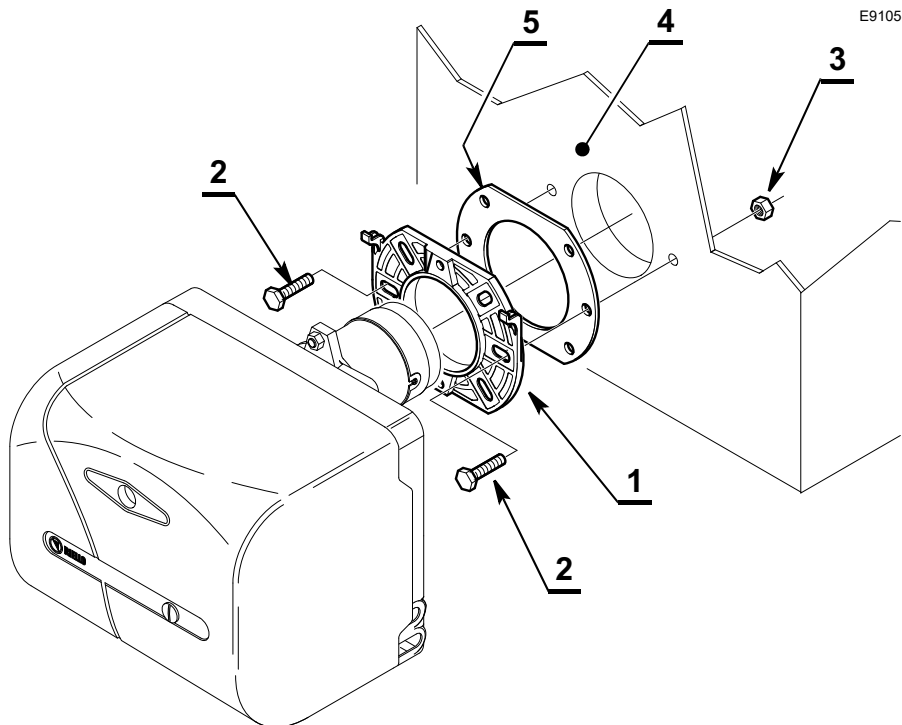

Abb. 9
- Mit den Schrauben 2) und (falls erforderlich) den Muttern 3) den Flansch 1) an der Kesseltür 4) mit Isolierdichtung 5) montieren (siehe Abb. 9).